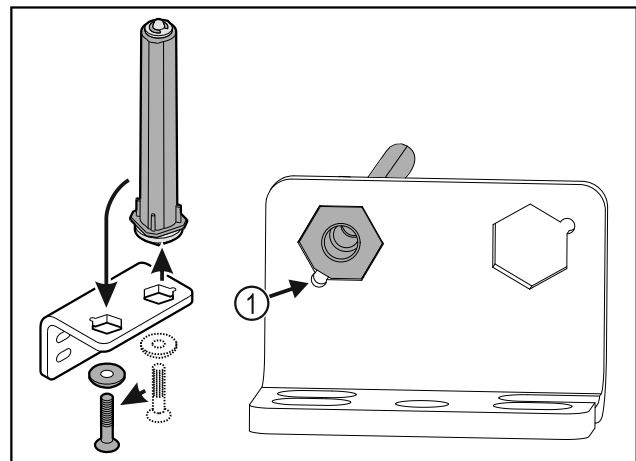

Fig. 33
- Dbajte na to, aby pri nasadzovaní ukazoval úkos čapu Fig. 33 (1) k okrúhlemu otvoru.